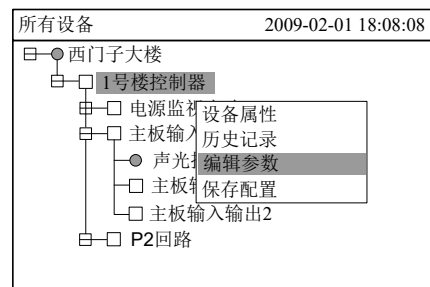
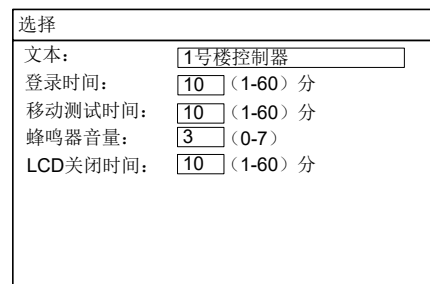

图 18-4
图 18-5
4. 按“→”键弹出快捷菜单（图 18-4），然后按“↓”键选择“编辑参数”，再按“OK”键，进入参数修改界面（图 18-5）。